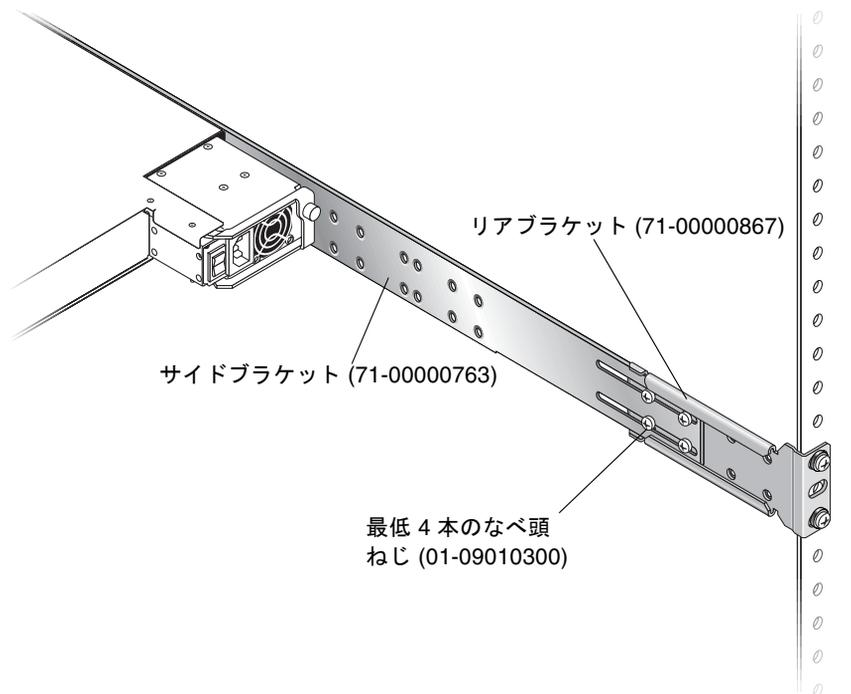

図 2-7 組み立て済みのリアブラケットとサイドブラケットの例
7. シャーシを持ち上げ、リアポスト（後部支柱）に固定されているリアブラケットにサイドブラケットを滑り込ませます。図 2-7 を参照してください。